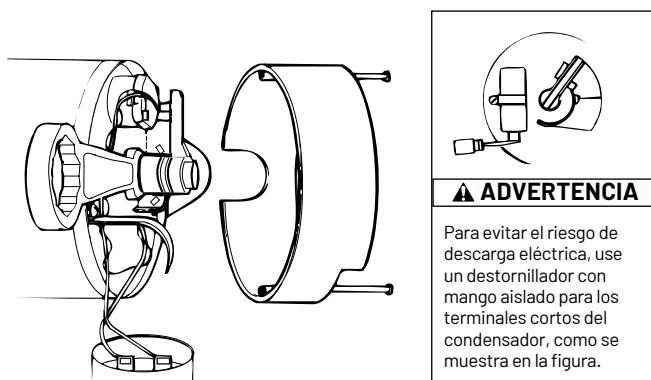

Figura 16: Sujeción del eje
4. Si se debe reemplazar el impulsor, suelte dos tornillos para metales y retire la cubierta del motor (Figura 16).
5. **ADVERTENCIA La tensión del condensador puede ser peligrosa.** Para descargar el condensador, sujetelo al mismo tiempo un destornillador con aislación **DEL MANGO** y los terminales cortos del condensador (Figura 16). No toque la hoja de metal del destornillador ni los terminales del condensador. En caso de duda, consulte a un electricista calificado.